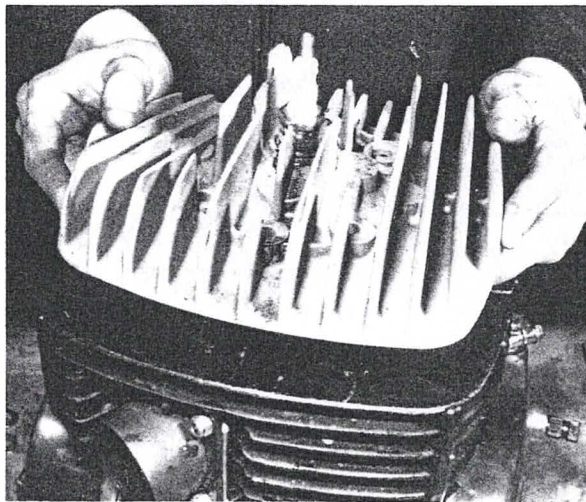

Bild 14
- Die verbleibenden Muttern und Schrauben vom Zylinderkopf abnehmen und den Zylinderkopf von den Stiftschrauben abheben (Bild 14). Die Schrauben und Muttern so kennzeichnen, dass sie wieder in der genau gleichen Anordnung eingebaut werden können.